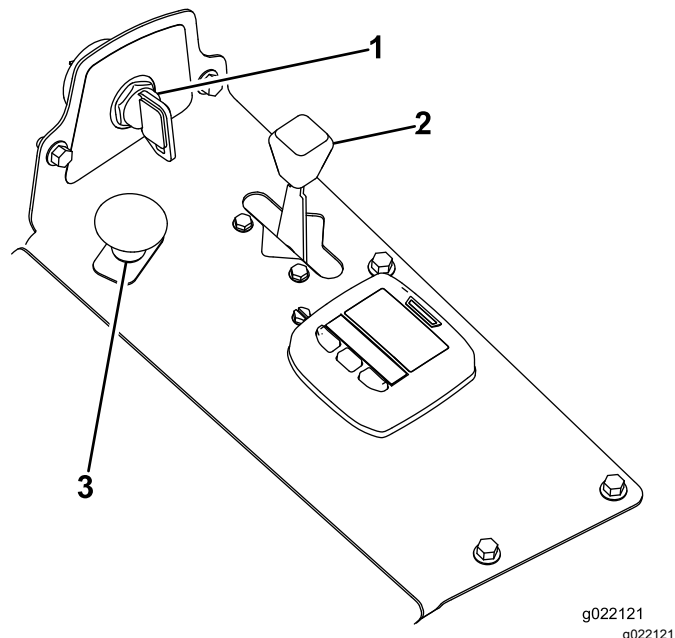

Figure 16
4. Placez la commande de prise de force (PDF) en position DÉSENGAGÉE (Figure 16).